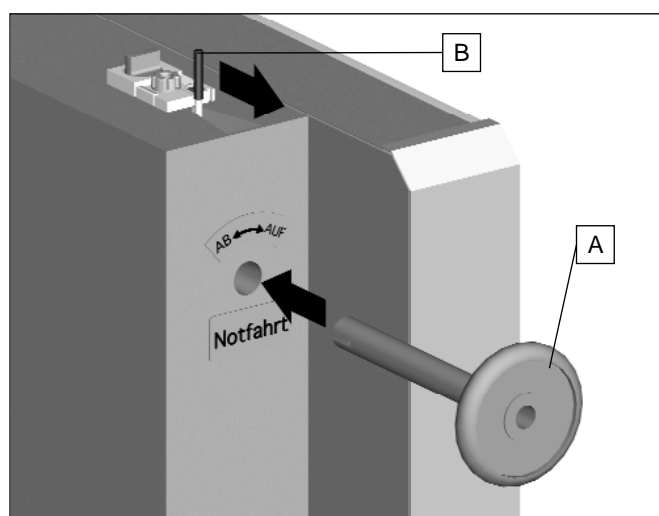

Fig. 8.1: Bruk av nødsveiv
- Sett inn nødsveiven (A) som beskrevet i (fig 8.1).
- Trekk ut bremsebryteren (B) for å koble ifra motorbremsen.